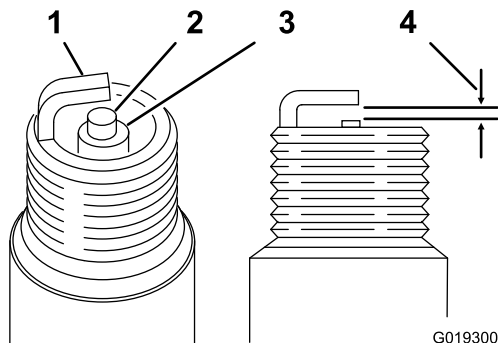

Figure 46
1. Examinez le centre de la bougie (Figure 46). Si le bec isolant est recouvert d'un léger dépôt gris ou brun, le moteur fonctionne correctement.
2. Avec une jauge d'épaisseur, mesurez l'écartement entre l'électrode latérale et l'électrode centrale (Figure 46).